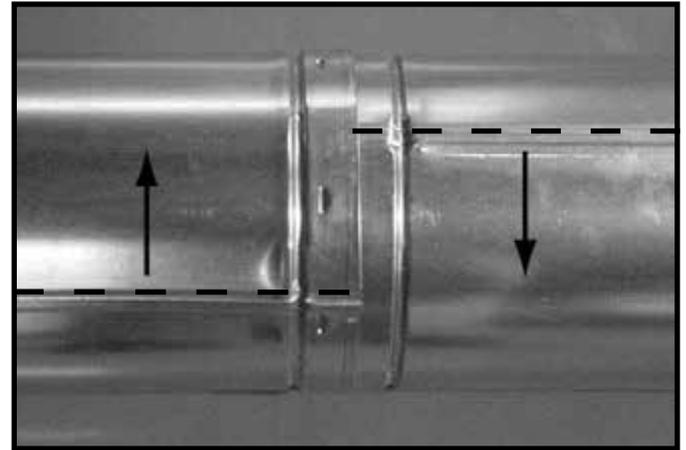
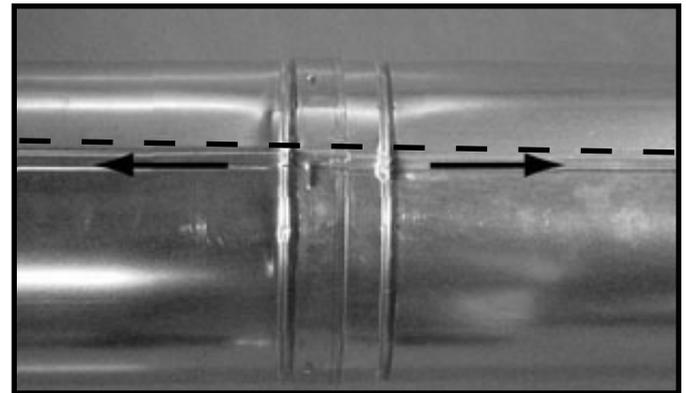

Figura 7.10 Rotación de las uniones para el desmontaje
Figura 7.11 Alineación y desmontaje de las secciones de ventilación
- Gire cualquiera de las secciones (consulte la Figura 7.10) para que las uniones de ambas secciones de tubería queden alineadas como se muestra en la Figura 7.11.